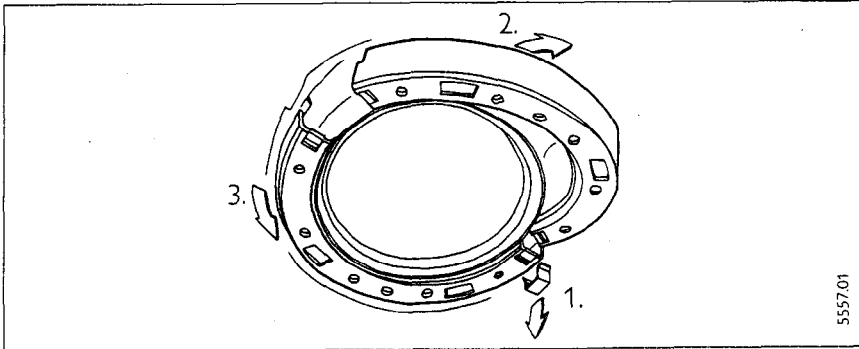

Abb. 21/Fig. 21/Afb. 21
- Flanschring austauschen siehe Abb. 21.
- Change the flange ring, Fig. 21.
- remplacer la bague de bride voir fig. 21